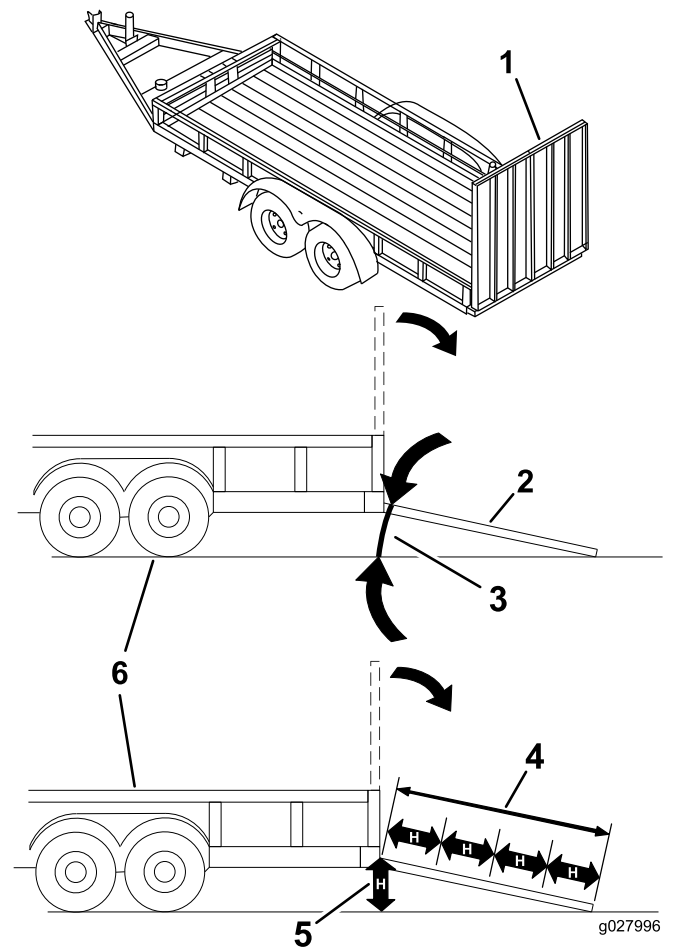

Bild 33
Das Laden einer Maschine auf einen Anhänger oder einen Lastwagen erhöht die Umkipppgefahr und könnte schwere oder tödliche Verletzungen verursachen (Bild 33).
3. Senken Sie die Rampe ab und stellen Sie sicher, dass der Winkel zwischen der Rampe und dem Boden höchstens 15 Grad beträgt (Bild 33).
1. Senken Sie die Rampe ab und stellen Sie sicher, dass der Winkel zwischen der Rampe und dem Boden höchstens 15 Grad beträgt (Bild 33).